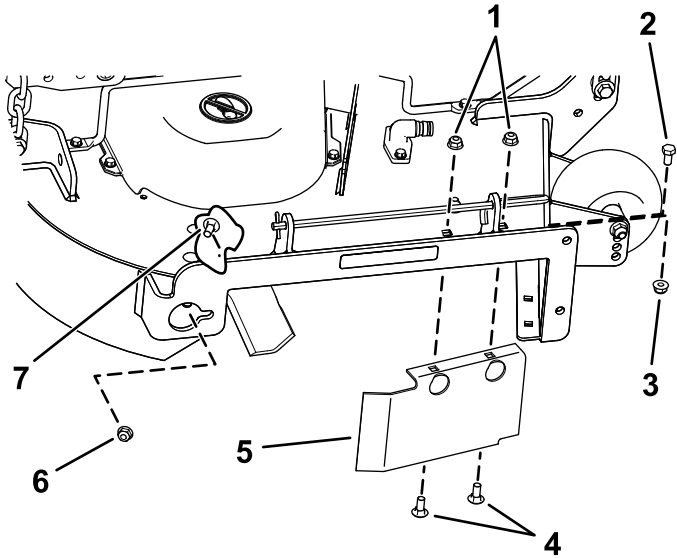

Figura 36
- Retire el perno de cuello cuadrado (5/16" x 3/4") y la contratuerca (5/16"), situados en la pared trasera de la carcasa del cortacésped, que sujetan el deflector a la carcasa (Figura 36).
- Localice el protector del deflector en el borde delantero del orificio de descarga lateral (Figura 36).
- Retire las fijaciones que sujetan el protector del deflector y el deflector derecho a la carcasa del cortacésped (Figura 36).